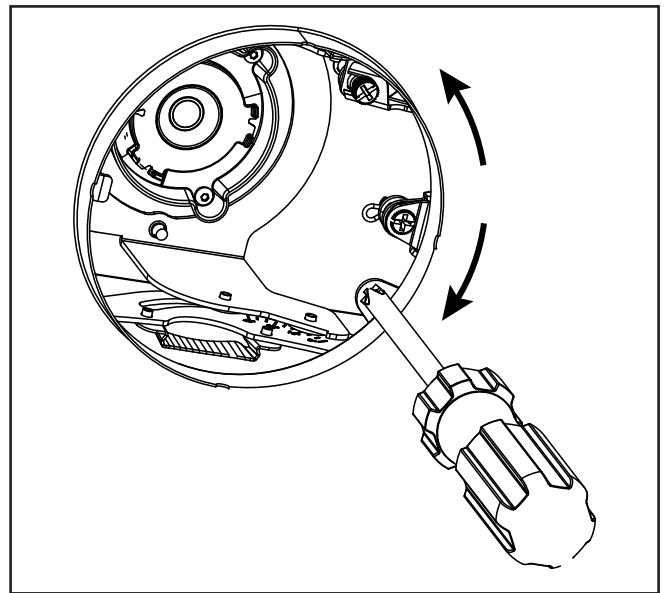

Figure 7b
3. Tournez le mécanisme à la position souhaitée à l'aide de la languette de positionnement et d'un tournevis (consultez la Figure 7b).